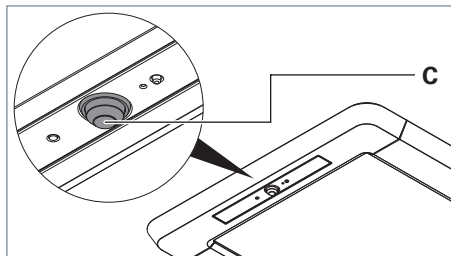
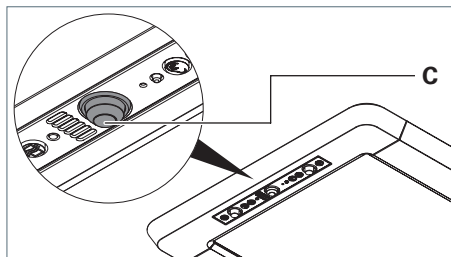

Fig. 22: Capteur PIR, modèle R.
Fig. 23: Capteur PIR, modèle RX.
- Orientez la tête sphérique **C** du capteur PIR dans le sens souhaité, voir Fig. 22 et voir Fig. 23.